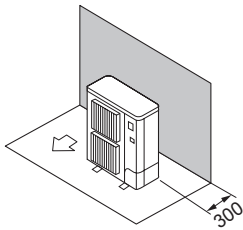

Fig. 2-6
- ① Kliūtys tik gale (Fig. 2-6)